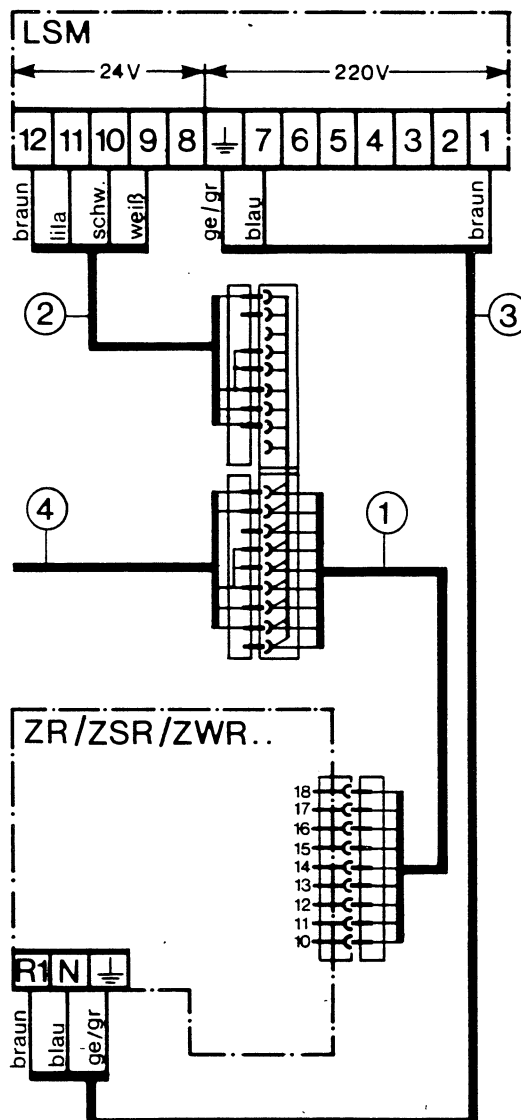

Abb. 4
Stecker der Abgasüberwachung (Kabel ④) am Schaltkasten der Kesseltherme abziehen und an dessen Stelle den Randstecker des Zubehörs 286 (Kabel ①) einstecken. Stecker der Kabel ② und ④ in die Steckleiste des Doppelsteckers drücken und sichern. Anschluß von Kabel ③ des LSM 1 am Schaltkasten der Kesseltherme lt. **Abb. 4**.